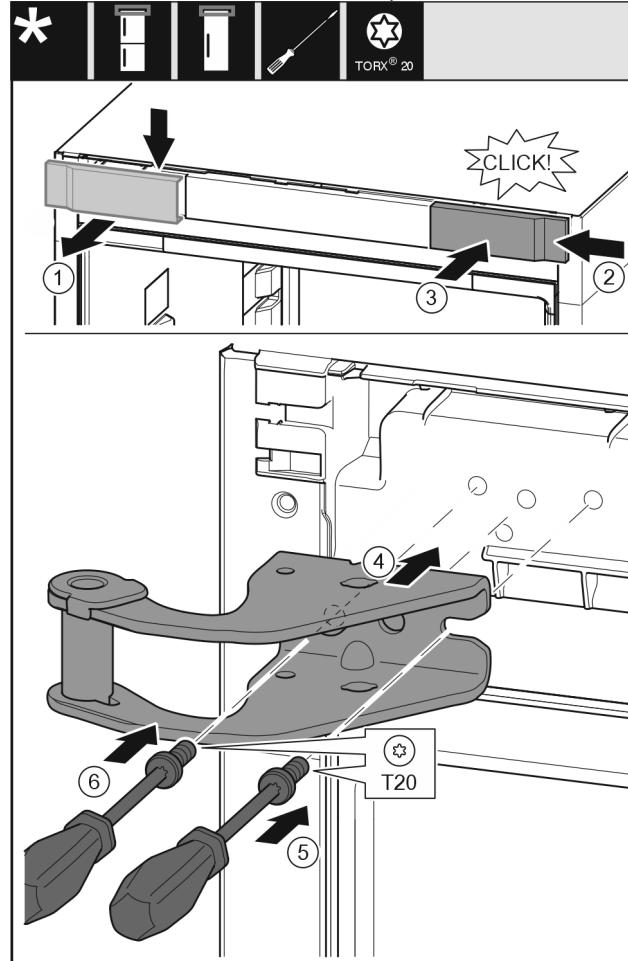

Fig. 11
- Αφαιρέστε το κάλυμμα Fig. 11 (1) από επάνω προς τα εμπρός.
- Αναρτήστε το κάλυμμα Fig. 11 (2) περιστρέφοντας το κατά 180° στην άλλη πλευρά από δεξιά.
- Κουμπώστε το κάλυμμα Fig. 11 (3).
- Τοποθετήστε το επάνω στήριγμα Fig. 11 (4).
- Τοποθετήστε και σφίξτε τη βίδα Fig. 11 (5) με κατσαβίδι και σφίξτε τη.
- Τοποθετήστε και σφίξτε τη βίδα Fig. 11 (6) με κατσαβίδι και σφίξτε τη.